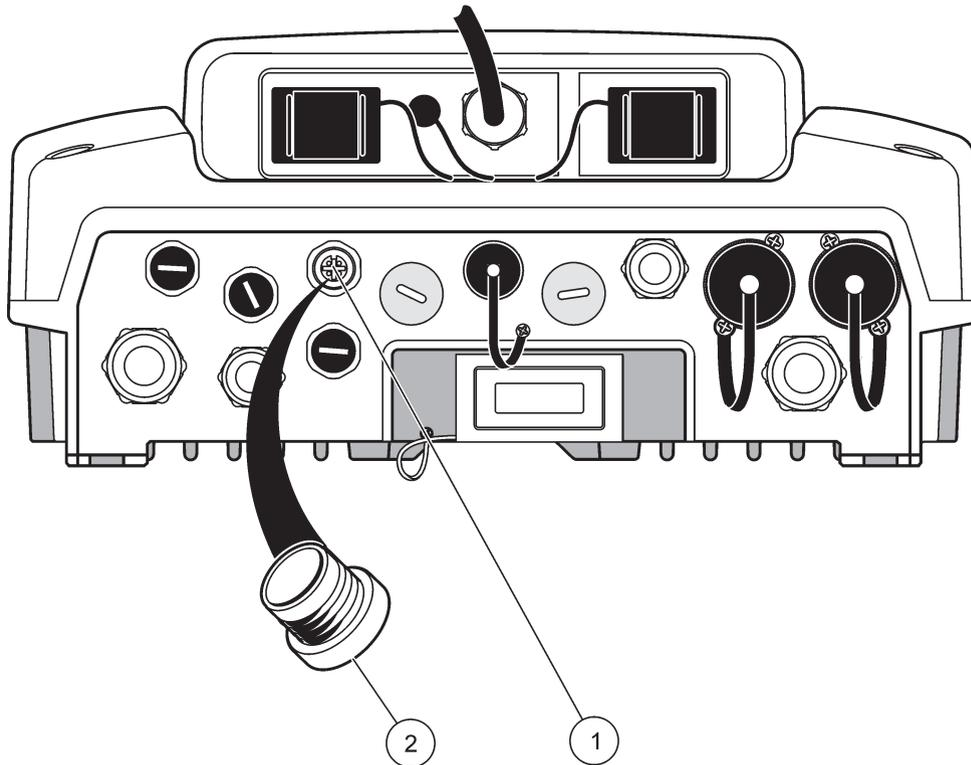

Figure 33 Retrait du couvercle de protection
1. Dévisser le couvercle de protection sur la prise femelle du connecteur (Figure 33). Conserver le couvercle de protection. En enlevant la sonde, réajuster le couvercle de protection.